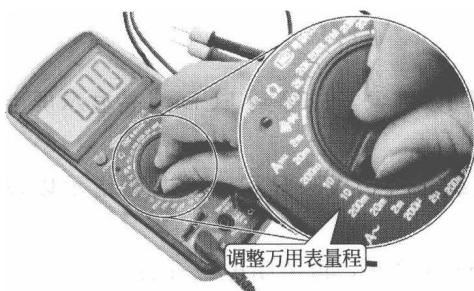

图 1-24 调整数字式万用表量程
③ 将数字式万用表功能旋钮调整至直流电流挡最大量程处，如图 1-24 所示。